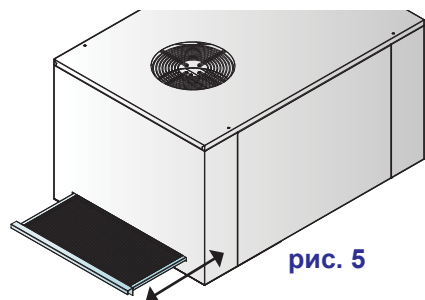

рис. 5
- Если машина имеет Рекуперация тепла с помощью теплового насоса, очистите съемный фильтр (см. рис. 5).